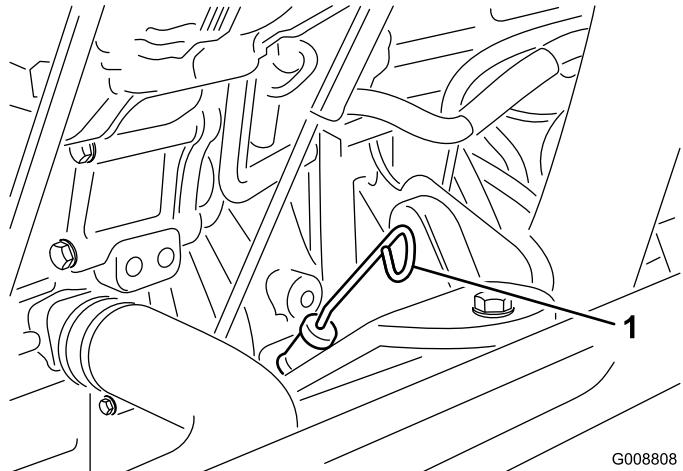

Figure 5
3. Sortez la jauge, essuyez-la sur un chiffon propre, replacez-la dans le goulot de remplissage, puis ressortez-la. Le niveau d'huile doit atteindre le repère du plein (FULL) (Figure 5).